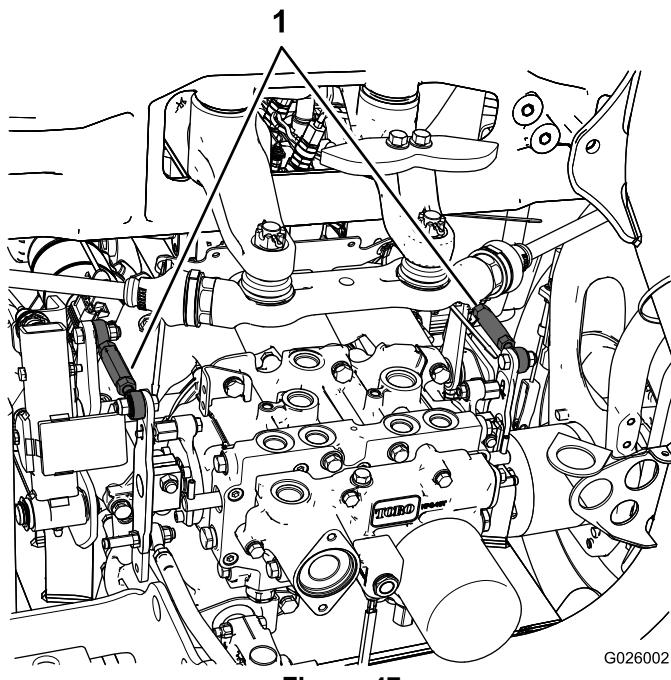

Figure 47
- Si la roue arrière gauche tourne, desserrez les écrous de blocage sur la tige de commande de transmission gauche (**Figure 47**).